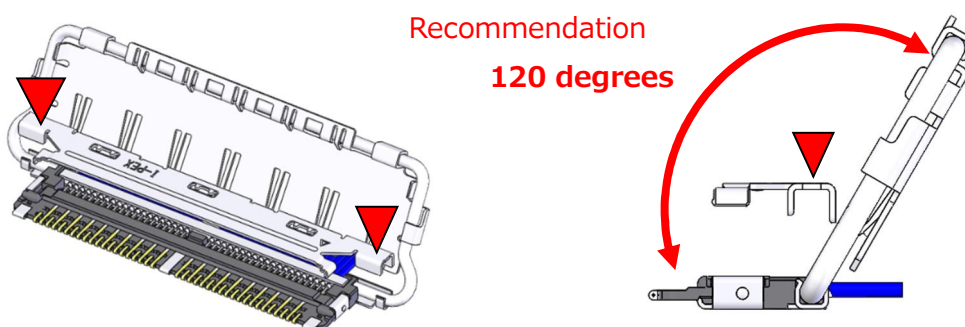

Fig.8 Assembly of Shell A
- ① Fig.8 の様に LOCK BAR ASS'Y をケーブル側に 120°傾け、